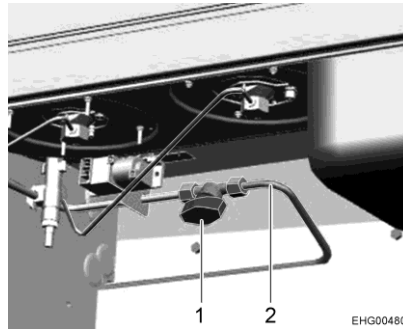

Fig. 38 Válvula de paso de gas
En el vehículo está instalada una válvula de paso de gas (Fig. 38,1) para la cocina de gas. La válvula de paso de gas se encuentra debajo de la cocina de gas.
- Abrir:** ■ Ajustar la válvula de paso de gas en sentido paralelo a la tubería de gas (Fig. 38,2).